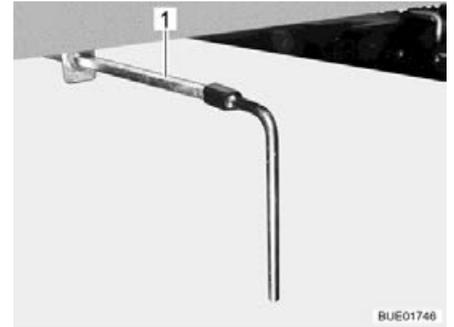

Bild 260 Ablasshahn
- Ablasshahn öffnen. Dazu den mitgelieferten Vierkantschlüssel auf den Vierkant des Ablasshahns (Bild 260,1) stecken.